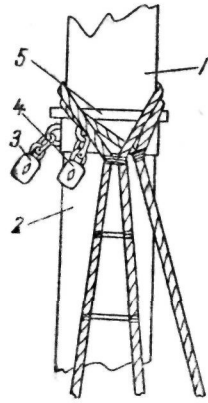

Рис. 47. Крепление отводных блоков брам-бык-горденей:
**Брам-бык-гордени** (рис. 47). Основывается два — левый и правый, каждый из растительного троса.